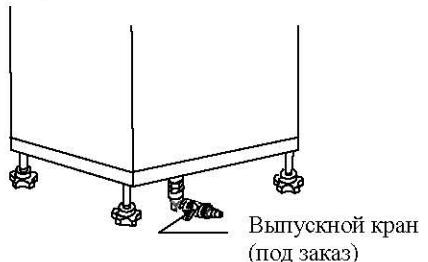

Рис. 7
**Прим.: В моделях с выпускным краном (дополнительный аксессуар под заказ) удостовериться, что выпускной кран закрыт (рис. 7).**
3. **Если бойлер залит сверх меры** и отметка MAX на стеклышке уровня превышена, из утюга может капать вода. В таком случае следует выключить парогенератор, отвинтить колпачок клапана на один оборот, выждать, пока не улетучится весь пар из бойлера, снять колпачок клапана, дать воде и бойлеру остывть до конца, затем наклонить переносной парогенератор BARBARA 31 вправо для выпуска излишка воды (см. Раздел 8). В отдельных моделях осторожно открыть выпускной кран бойлера (рис. 7).
отвинтить и снять колпачок клапана, открыть выпускной кран (рис. 7). **Не забудьте закрыть кран после того, как из бойлера выльется вся вода!**